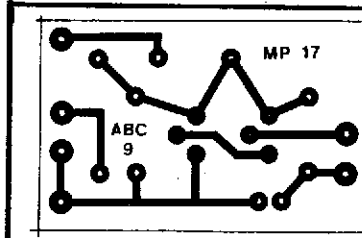

Fig. 3
- FIG. 3 - Lay out do Circuito Impresso específico, em tamanho natural. É só copiar, diretamente, e confeccionar a placa, usando os materiais e métodos já detalhados em "Lições" específicas contidas em "Aulas" anteriores do ABC. Na verdade, a plaquinha é tão "maneira", que mesmo quem ainda não se "arriscou" a realizar o seu primeiro Circuito Impresso, terá uma ótima oportunidade de "perder a virgindade", sem medos ou problemas. Não se esqueçam de todas as recomendações inerentes à técnica de montagens em Circuito Impresso (limpeza, verificação de falhas, cuidados com a placa antes, durante e depois das montagens, etc.). Em dúvida, consultem as importantes "Lições" já dadas, a respeito...